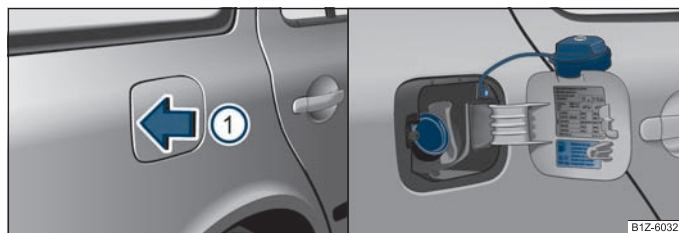

Fig. 119 Lato vettura posteriore destro: Aprire lo sportello serbatoio / Sportello serbatoio con tappo a vite
Per le vetture a **benzina senza piombo**, è valida la norma **EN 228**. I vari tipi di benzina si distinguono tra loro per il diverso numero di ottani (RON). Il numero di ottani RON adatto per il motore è riportato sul lato interno dello sportello del serbatoio ⇒ pag. 130, fig. 119 - lato destro.
- Premere il punto centrale della parte sinistra dello sportello serbatoio nel senso della freccia ① ⇒ fig. 119.
- Svitare il tappo in senso antiorario ed inserirlo dall'alto sullo sportello ⇒ fig. 119 lato destro.